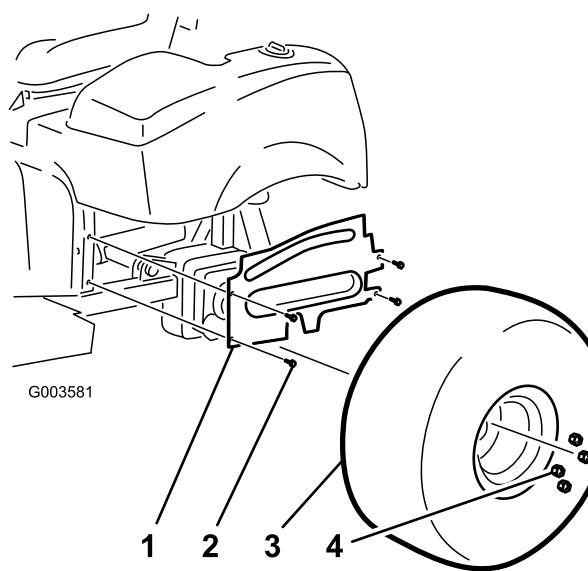

図 38
9. 左ホイール用のシュラウドをフレームに固定するフランジヘッドねじ4本を取り付ける図38。
10. 左後ろのタイヤを取り付ける図38。